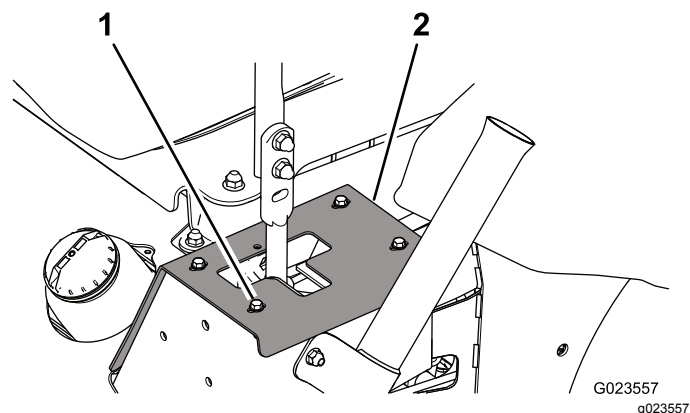

Рисунок 63
1. Чтобы получить доступ к монтажным болтам демпфера, выверните болты крепления упорных пластин к раме (**Рисунок 63**).